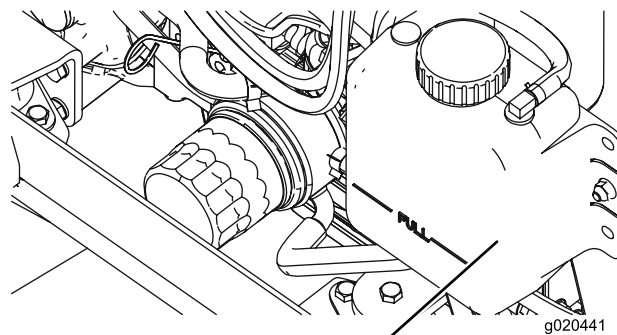

Figura 68
1. Retire cuidadosamente el tapón del radiador y el tapón del depósito de expansión (Figura 68).